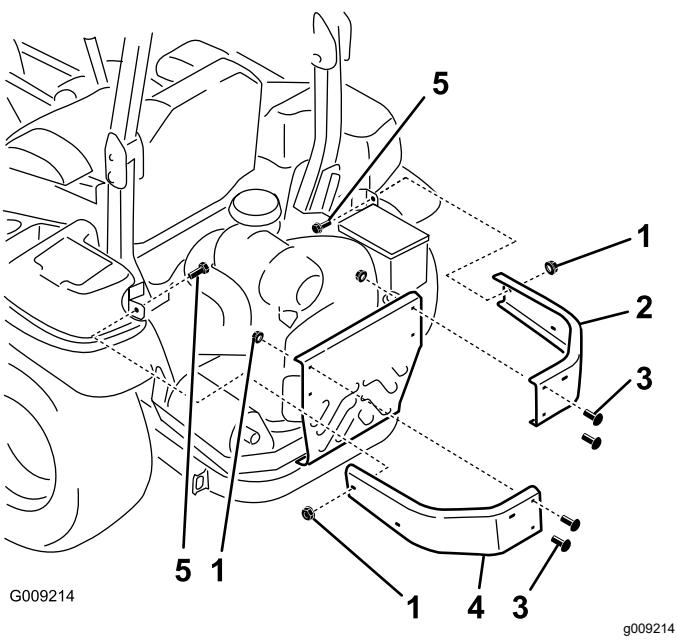

Figure 5
- Retirez les écrous et les boulons qui fixent les pare-chocs latéraux sur la machine (Figure 5).
- Montez les nouveaux pare-chocs latéraux gauche et droit à l'aide de 2 boulons de carrosserie (3/8" x 1 1/4"), 4 boulons de carrosserie retirés précédemment et 6 écrous à embase (3/8"), comme montré à la Figure 5.